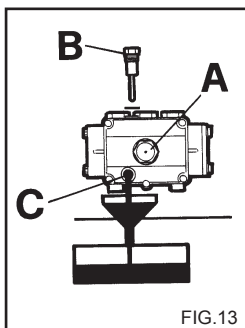

FIG.13
- 2) De tap met de oliepeilstaaf losschroeven (fig. 13)